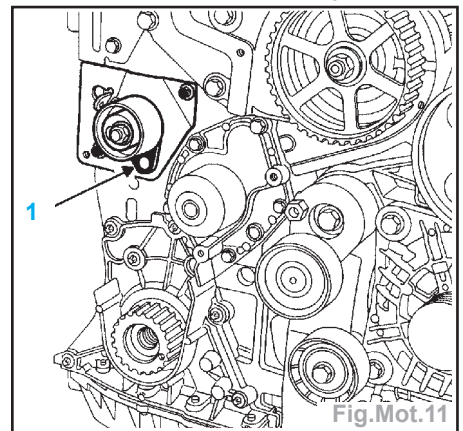

Fig.Mot.11
- Vérifier que le galet tendeur soit bien positionné sur le pion (1) (Fig.Mot.11).